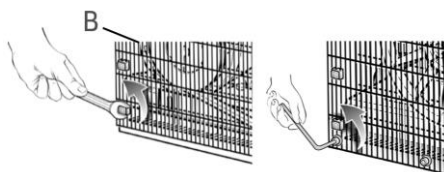

fig. 5
1. Retirez la partie externe de la protection de sécurité (B) en desserrant et en retirant les attaches à l'aide d'une clé (non comprise) (fig. 5).
3. Utilisez une clé hexagonale (non comprise) pour retirer la partie interne de la protection de sécurité (fig. 5).